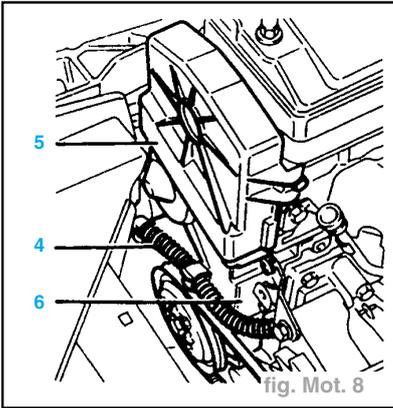
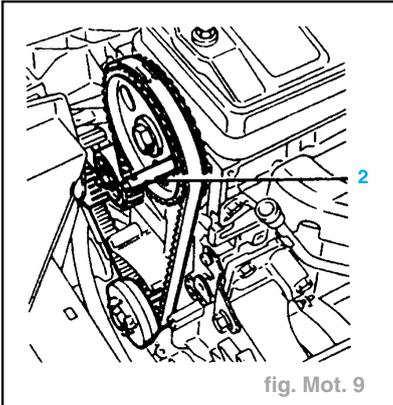

fig. Mot. 8
fig. Mot. 9
- Débrider et écarter le faisceau (1) du carter de distribution (fig. Mot. 8).
- le carter supérieur (5),
- le carter intermédiaire (6),
- Piger l'arbre à cames à l'aide de la pige 2 4507-TB (fig. Mot. 9).
- Pignon d'arbre à cames et volant moteur pigés (fig. Mot. 9 et 10).
- Vérifier que le pigeage du volant moteur et de l'arbre à cames est toujours possible (fig. Mot. 9 et 10).